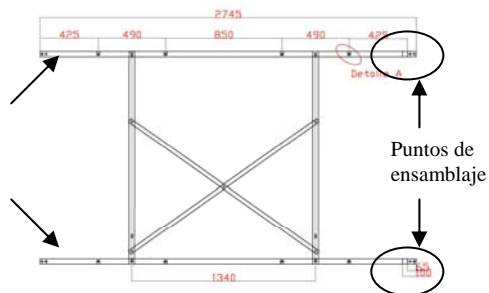

Figura 2
2. Una estos triángulos a los largueros superior e inferior. Figura 2. Utilice para esta operación los tornillos de cabeza avellanada. Recuerde que los largueros no son idénticos (debido a los puntos de ensamblaje). Estos forman pareja, de forma que el punto de ensamblaje en ambos quede hacia el mismo lado.
3. En caso de que la estructura tenga que ensamblarse a otra, hágalo por los puntos previstos para ello. Figura 2. Si no pase al punto 4